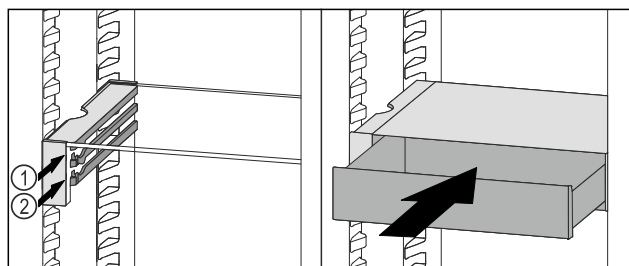

Fig. 55
- ▶ Поставете чекмеджето на VarioSafe зад ограничителите върху желаното ребро Fig. 55 (1) или Fig. 55 (2).